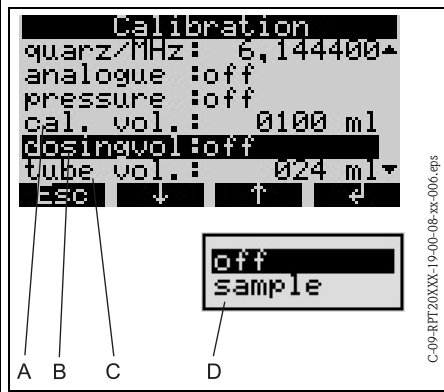

Fig. 19: Menu TARATURA
4. Selezionare il menu TARATURA sul controllore (→ Fig. 19; sequenza di selezione: CONFIGURAZIONE - SERVIZIO - TARATURA).
5. Immettere il volume di taratura richiesto in corrispondenza dell'opzione di menu VOL. TAR. (→ Fig. 19, pos. A).
6. Selezionare l'opzione di menu "VOL. DOSAGGIO" (→ Fig. 19, pos. B).
7. Avviare una sequenza di campionamento selezionando la funzione CAMPIONE dall'elenco di selezione (→ Fig. 19, pos. D). Attendere che la sequenza di campionamento sia stata completata.